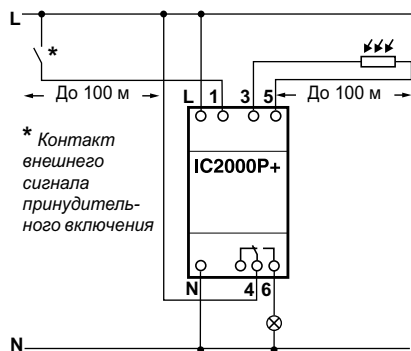

Рис. 2
- Выходной контакт IC2000P+ может быть принудительно переведен в состояние ВКЛ. подачей сигнала на вход 1. Внешнее принудительное включение/отключение является приоритетным по отношению к ручному принудительному включению/отключению нагрузки (см. рис. 2 и 3).